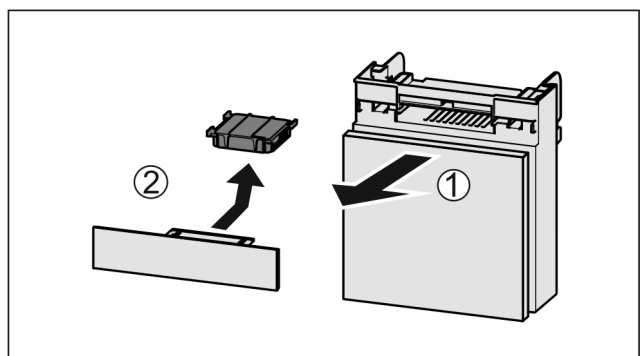

Fig. 39
- Trekk ut Fig. 39 (1) hyllen fremover.
- Ta ut Fig. 39 (2) aktivkullfilteret.